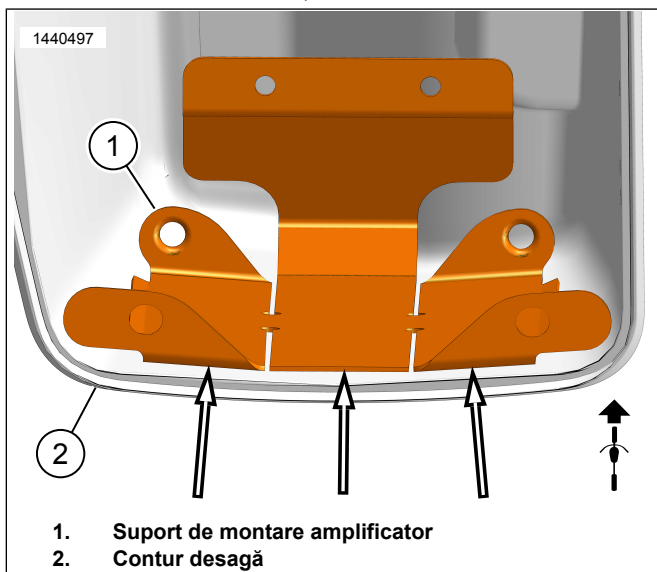

Figura 13. Contur desagă
- A se vedea figura 13. Utilizați fantele din suportul de montare (1) pentru a îndoi și a urmări conturul de la desagă (2) fără balans. Acest lucru va asigura un contact mai bun și aderență cu banda. Nu decojiți banda în acest moment.